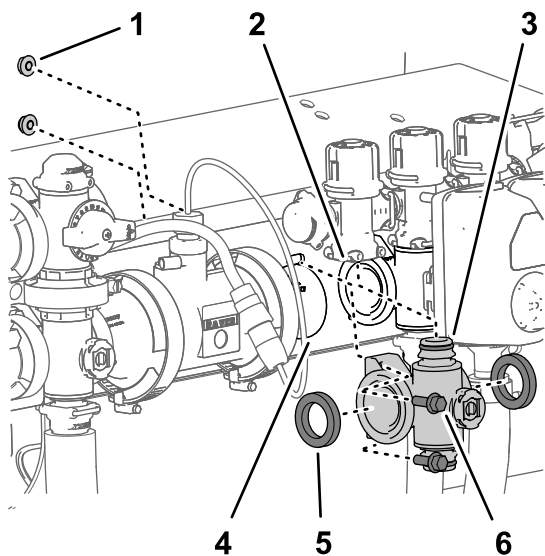
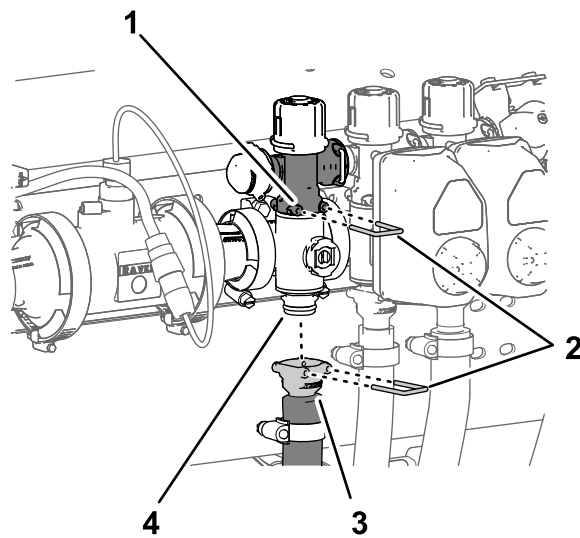

Bild 117
Bild 118
1. Fluchten Sie die zwei Dichtungen, die Sie in Entfernen des Abschnittventilverteilers (Seite 85) entfernt haben, mit den Flanschen des Abschnittventilverteilers aus (Bild 117).
2. Fluchten Sie den Flansch des Abschnittventilverteilers zwischen den Flanschen der anderen Abschnittventile und/oder dem Kupplungsadapter aus \(Bild 117\).
3. Befestigen Sie das Schnellkupplungsanschlussstück des Abschnittventilverteilers mit einem Schnellkupplungsstift am Schnellkupplungsunterteil des Abschnittsicherheitsventils \(Bild 117 und Bild 118\).
Entfernen des Abschnittverteilerventils (Seite 85) entfernt haben, an der Ventilstütze (Bild 117).
8. Befestigen Sie die Schnellkupplung des Abschnittschlauchs mit dem Schnellkupplungsstift am Schnellkupplungsanschlussstück des Abschnittventilverteilers (Bild 118).